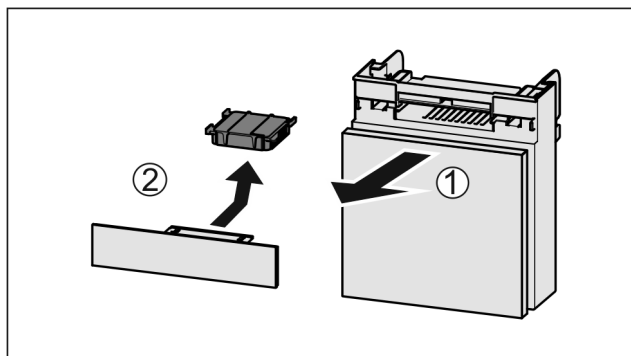

Fig. 254
- Zásuvku vytáhněte dopředu Fig. 254 (1).
- Filtr s aktivním uhlím vyjměte Fig. 254 (2).